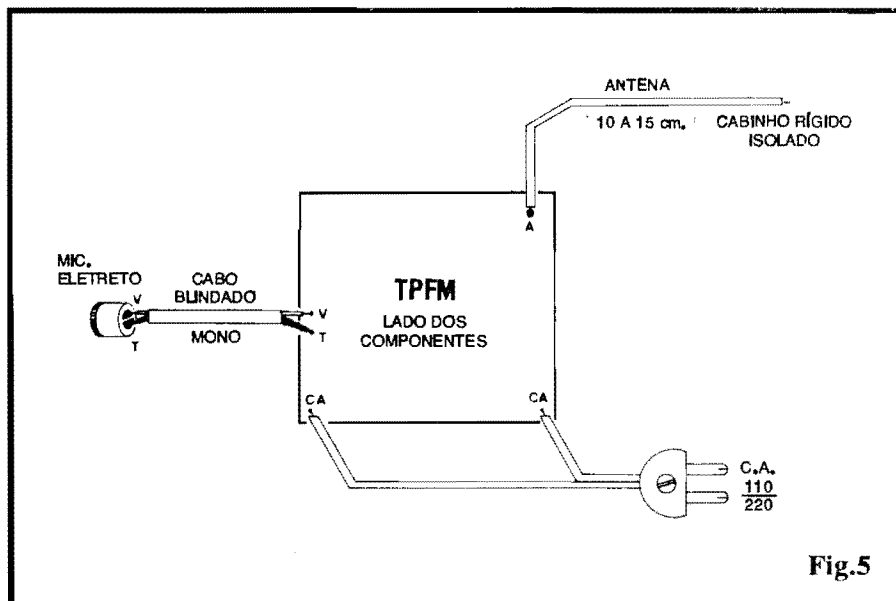
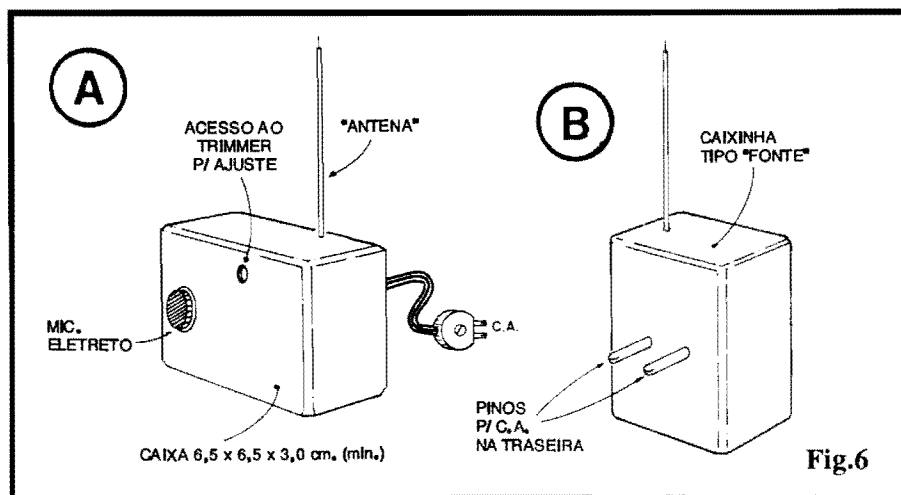

Fig.5
Fig.6
- 1 - Caixa para abrigar a montagem. Ver detalhes na fig.6.
- FIG. 5 - CONEXÕES EXTERNAS À PLACA - Ainda vista pela face não cobreada (os componentes sobre a placa, agora encontram-se "escondidos", já que não interessam à presente explicação...), a placa indica claramente suas conexões externas, resumidas na **antena** (10 a 15 cm. de fio rígido fino - cabinho - isolado, ligado à tomada C.A., conforme sugere - mais adiante - a fig. 6-B) aos pontos "CA-CA", e na conexão do pequeno microfone de eletreto, por cabo blindado, aos pontos "V" e "T" (muita atenção nestas últimas ligações, que **não podem** ser invertidas, sob pena de não funcionamento do estágio de áudio do TPFM...). É importante que o cabinho blindado ao microfone de eletreto seja tão curto quanto o permita a acomodação final do circuito na caixa escolhida. Também quanto à antena, **não** deve ser mais longa do que o indicado comprimento... Já o "rabicho" (conexão à alimentação de C.A. local...) não tem restrições de comprimento, devendo suas dimensões serem determinadas apenas pelas conveniências ou intenções da instalação final...
- FIG. 6 - "AGASALHAMENTO" DO CIRCUITO, OPÇÕES E POSSIBILIDADES... - Na sua configuração básica (6-A), o circuito do TPFM pode ser "encapsulado" num *container* plástico padronizado, com medidas mínimas de 6,5 x 6,5 x 3,0 cm. A disposição geral, externa, da caixa, poderá seguir a sugestão mostrada, com a anteninha sobresaindo na parte superior do invólucro, ficando na frente a "cara" do pequeno microfone de eletreto (num furo de diâmetro compatível...) e um furinho de acesso ao parafuso central do *trimmer* de
Sempre tendo em vista as intenções de "monitoração permanente" de um local (ou, em aplicações mais "românticas" ou "aventureiras", na "xeretagem" ou "espionagem"...), a idéia básica envolve instalar o TPFM de forma tão pouco explícita quanto possível, discretamente posicionado num cantinho qualquer, atrás de um móvel, dentro de um lustre, "embutido" em algum aparelho eletro-eletrônico "normal" do local, etc. Conforme ilustra a fig. 6, a conexão à C.A. local é - obviamente - obrigatória, já que dela vem a energia necessária ao funcionamento do circuito... No sistema 6-B, com os pinos de "plugagem" à uma tomada de C.A. diretamente instalados na traseira da própria caixinha do TPFM, o eventual "escondimento" fica mais fácil, já que é comum, nas residências, locais de trabalho, etc., que tomadas de C.A. resem "esquecidas" atrás de armários, móveis, prateleiras, etc. Afé só "enfiar" o TPFM lá, sintonizar, e pronto...